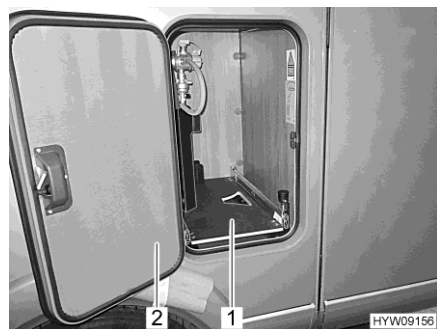

Fig. 83 Base estraibile del vano portabombole
- Aprire lo sportello (Fig. 83,2) del vano portabombole.
- Estrarre la base estraibile del vano portabombole (Fig. 83,1), fino a innestare nuovamente il pomello. La base estraibile del vano portabombole è ora bloccata in questa posizione.